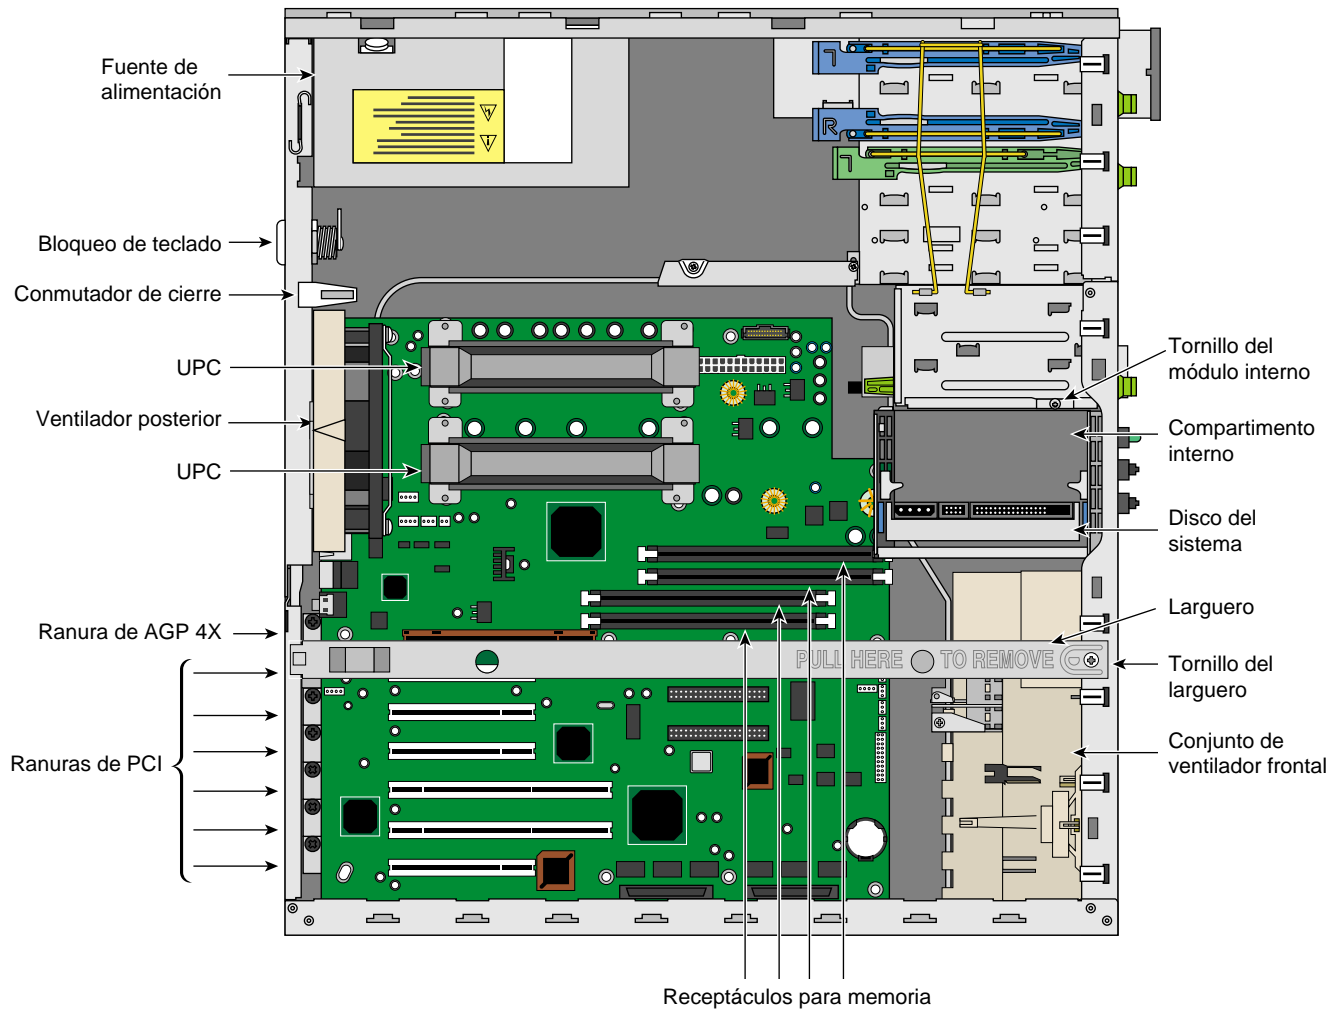

Figura 1-4 Estructura interna
En esta sección se describe la posición de los componentes principales dentro del chasis de la Silicon Graphics 550 Visual Workstation como se muestra en la Figura 1-4.
- La Silicon Graphics 550 Visual Workstation se refrigera mediante tres ventiladores: uno frontal y dos posteriores (consulte la Figura 1-4). El ventilador frontal introduce el aire frío en el chasis y los dos posteriores extraen el aire caliente de éste. Uno de los ventiladores posteriores está colocado en el panel posterior, y el otro en la fuente de alimentación.